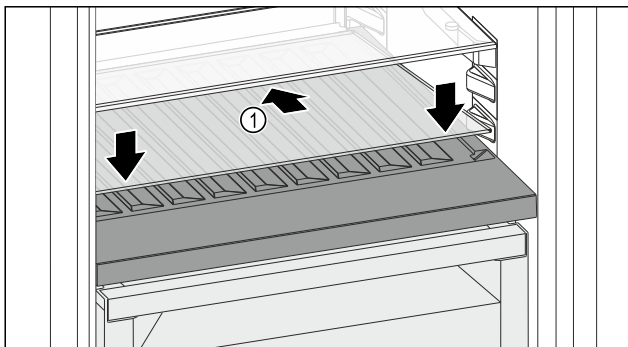

Fig. 118
- ▶ Placer la plaque de verre *Fig. 118 (1)* en biais et inclinée vers le bas.
- ▶ Abaisser l'avant de la plaque de verre *Fig. 118 (1)*.